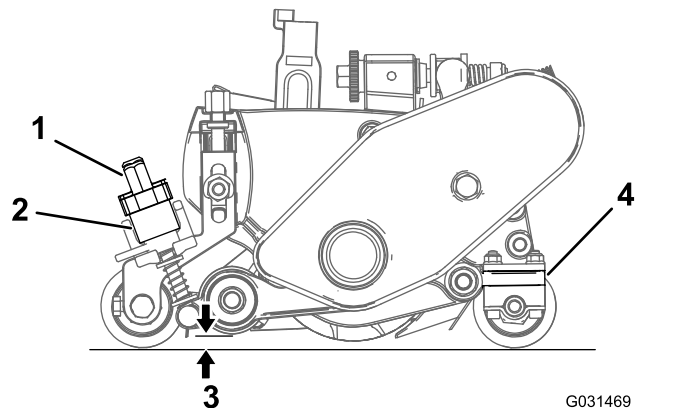

Figure 24
- A. Tournez les leviers de levage rapide (Figure 24) à la position MARCHE (poignée tournée vers l'avant de l'unité de coupe).
- B. À une extrémité du cylindre groomer, mesurez la distance entre la pointe la plus basse de la lame et la surface de travail (Figure 24). Tournez le bouton de réglage de la hauteur (Figure 24) pour élever ou abaisser la pointe de la lame de groomer à la hauteur voulue.